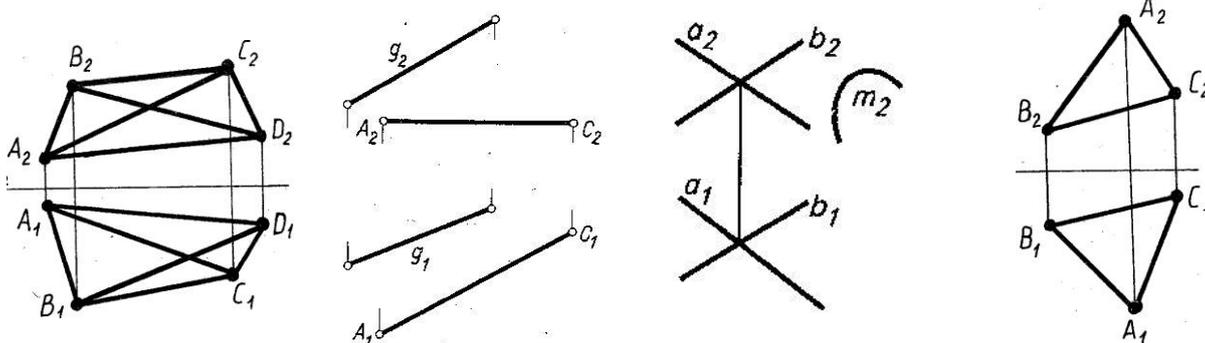

рис.1
1. Определить видимость ребер пирамиды на рис. 1.